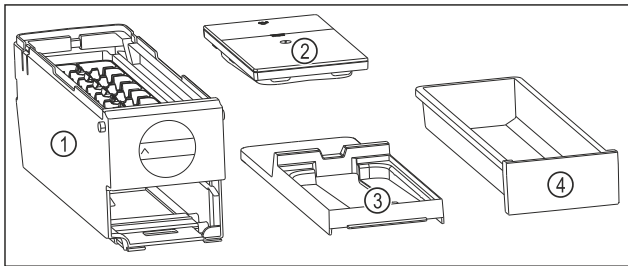

Fig. 114 Części dla EasyTwist-Ice
- ▷ EasyTwist-Ice jest rozłożony na cztery części. (patrz Fig. 114)
- ▶ Należy demontować EasyTwist-Ice wyłącznie na przedstawione części. (patrz Fig. 114)
- ▶ Czyścić korpus EasyTwist-Ice Fig. 114 (1) w całości.